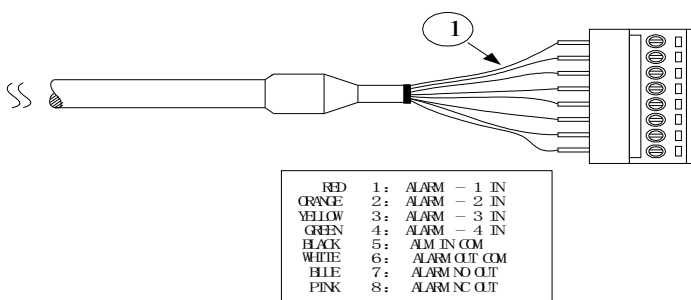

Abbildung 13
6) Bezeichnungen am Kabel, das den Alarm auslöst (Abb. 13),